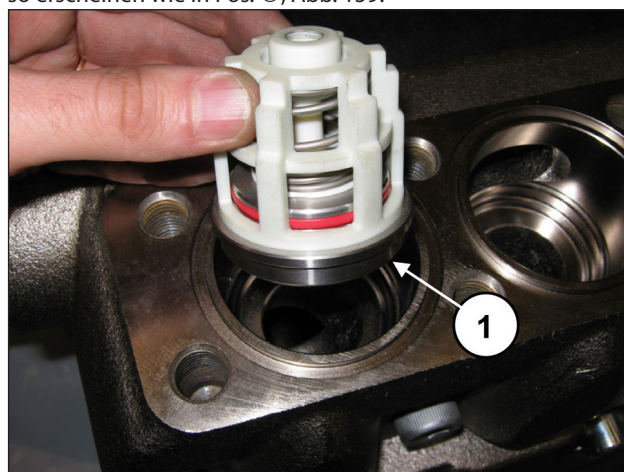

Abb. 158
Setzen Sie die Druckventilgruppe ein (Pos. ①, Abb. 158).